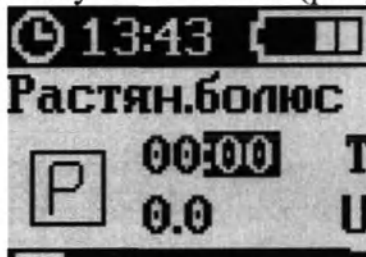

Рисунок 106 – Экран «РАСТЯН.БОЛЮС» (минуты)
5. Нажать кнопку «ОК» для подтверждения ввода часов и перехода к установке длительности (минуты) растянутого болюса (рисунок 106).